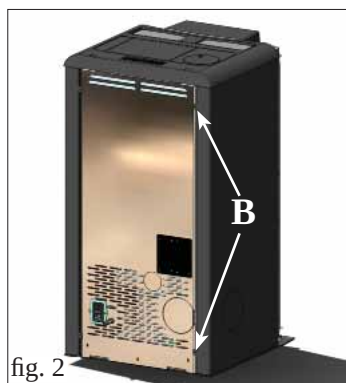

fig. 2
- Desmontar el lateral metálico (A - fig. 3) quitando los dos tornillos traseros (B - fig. 2).